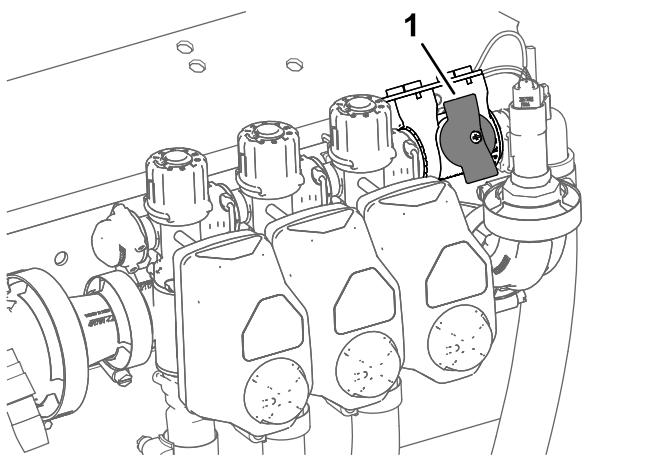

Figura 40
4. Para máquinas que se utilizan en el Modo de caudal de aplicación, asegúrese de que el mando de la válvula de cierre del circuito de desvío está en la posición de cerrado (Figura 40).
5. Para máquinas que se utilizan en el Modo de caudal de aplicación, asegúrese de que la válvula de cierre del circuito de desvío está cerrada (Figura 40).